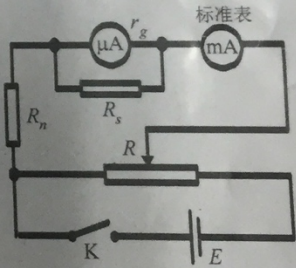

图 4 毫安表校准电路
3. 电流表的校准电路如图 4 所示，电压表和欧姆表的校准电路自拟。
4. 欧姆表的校准是指在标准条件（ $E=1.5\text{V}$ ）下，同时满足满偏和半偏条件，它们通过对两个参数 R_0 和 R 的调节来实现。由于 R_0 和 R 的设计值与实际条件或多或少存在着偏离，调整时总是先固定一个参数（例如 R ），调整另一个参数（例如 R_0 ）来满足半偏条件或满偏条件中的一个条件，再固定后一个参数，调整前一个参数来满足另一个条件。如此循环往复，逐次逼近。这里存在两个问题：① 如何调节才能使满偏和半偏条件最终得以满足，即所谓调节的收敛性问题；② 如何减少调节次数，即加快收敛速度问题。实验中应注意观察和分析，并选好初值以减少调整次数。